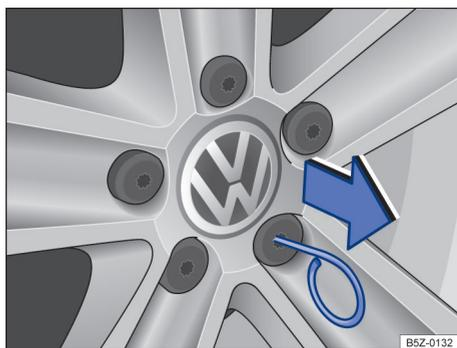

Fig. 168 Retirar as capas de cobertura dos parafusos da roda.
- Passar o gancho extrator pela abertura da capa de cobertura → Fig. 168 e retirar no sentido da seta.